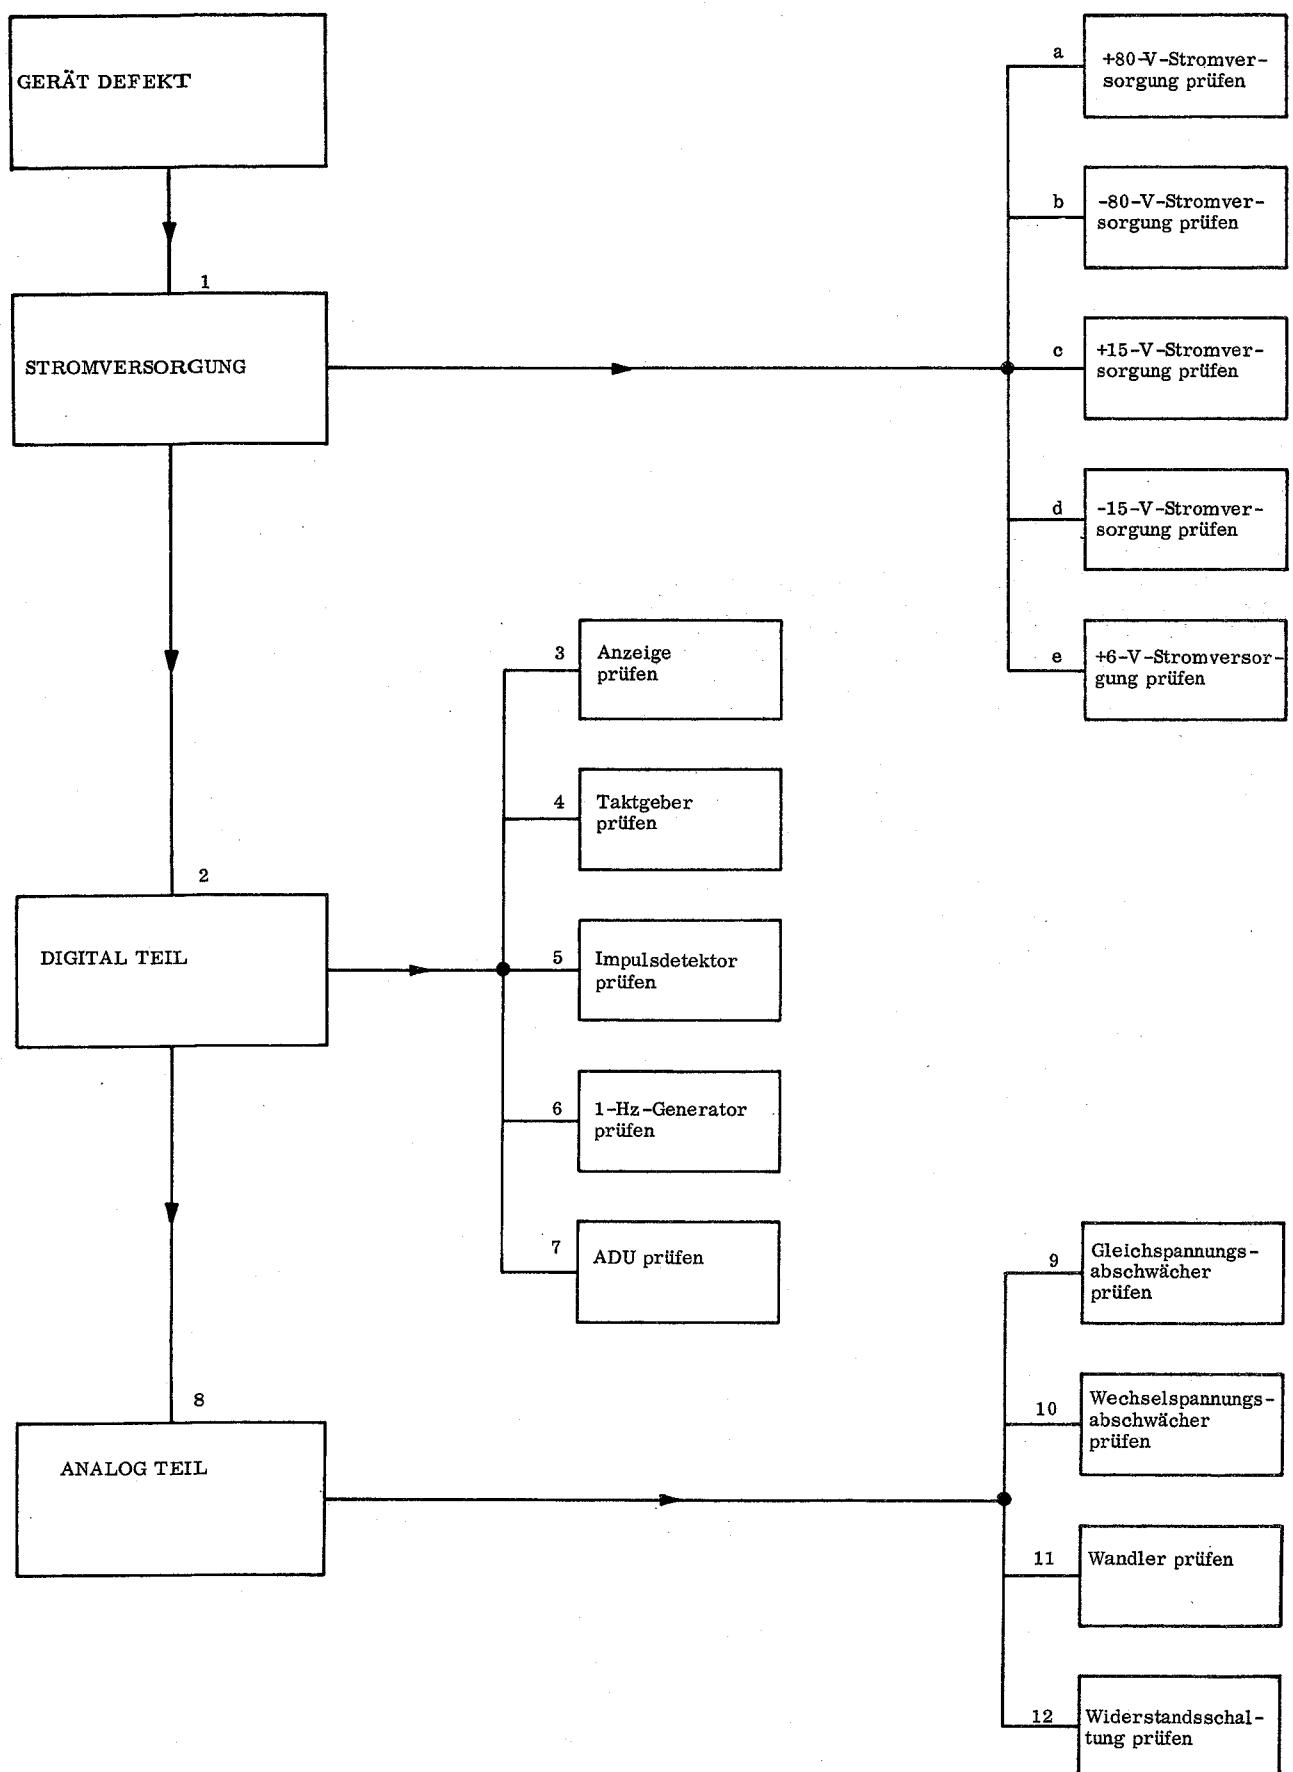

Abb. 30. Flussdiagramm für systematische Kontrolle
6. In Abb. 30 ist ein Flussdiagramm zum systematischen Prüfen des Geräts veranschaulicht.
Kontrollieren der Speisespannungen siehe Abschnitte XII.A.3. und XII.A.4. Die in Abb. 30 angegebene Reihenfolge (a, b, c, d und e) ist zu beachten. Der Stromverbrauch für die verschiedenen Speiseeinheiten ist aus nachstehender Tabelle ersichtlich.